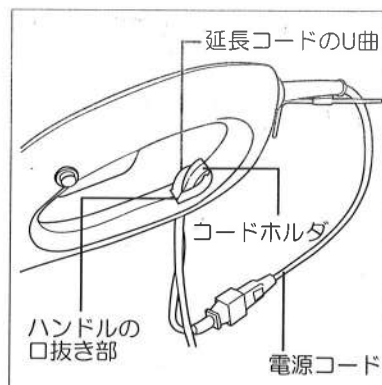

図2
- 延長コードをUの字に折り曲げ、ハンドルの口抜き部に通してコードホルダに引っ掛けてください。(図2参照)